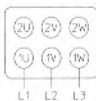

Bild 1
- niedrige Drehzahl / low speed -> Bild 1
**niedrige Drehzahl / low speed** -> Bild 1